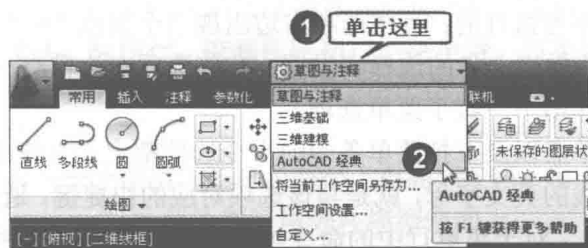

图 1-2 基本工作空间
(1) 点击用户界面顶部的“工作空间”下拉菜单。
(2) 再选择“AutoCAD 经典”选项,如图 1-2 所示。点击用户界面右下角的“切换工作空间”按钮也可以实现工作空间的切换。
绘图区域下方的命令交互区是为用户显示命令执行情况和反馈提示信息的地方(参见图 1-2)。对于一些交互性的 AutoCAD 命令,用户必须根据命令交互区的提示,执行相应的操作才能完成。初学者应特别注意命令交互区给出的提示,根据提示做出相应的操作。